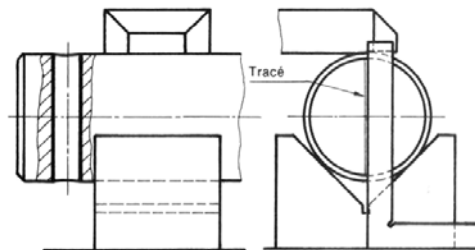

Figure 8
**6) Sur pièces cylindriques (figure 8)**